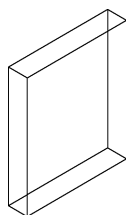

图 12-9 绘制长方体
(2) 单击“可视化”选项卡“视图”面板中的“东南等轴测”按钮, 设置视图角度, 将当前视图设为东南等轴测视图, 结果如图 12-9 所示。